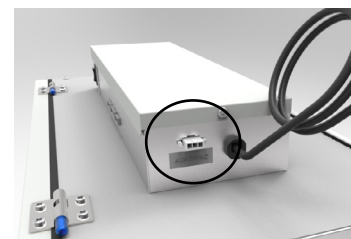

Figure 1
**Les papareil à air frais (AAF) de Fantech qui utilisent un arrêt du ventilateur d'alimentation pour la prévention de gel ne comprennent pas un volet motorisé pour l'air extérieur. Si vous utilisez une installation simplifiée, c'est à dire relier de conduit d'alimentation d'air du AAF à l'aire du conduit de retour d'une fournaise, le AAF doit fonctionner en continu. Lorsque le AAF est éteint, pas d'air d'évacuation chaud circule à travers le AAF mais le ventilateur de fournaise continuera à aspirer l'air extérieur directement dans la fournaise. S'il fait froid dehors, l'air froid sera introduit, sans réchauffage, directement dans la fournaise. Si le AAF est installé de manière à ce que le propriétaire puisse éteindre le AAF pendant l'hiver, nous recommandons d'installer un registre motorisé entre l'air d'alimentation du AAF et le conduit d'air de retour de la fournaise qui se ferme lorsque le AAF ne fonctionne pas. Pour installer un accessoire de registre sur le produit, localisez le connecteur auxiliaire sur le côté du boîtier électrique. Voir Figure 1. À l'aide du faisceau de câbles inclus, connectez l'accessoire amortisseur au produit.**